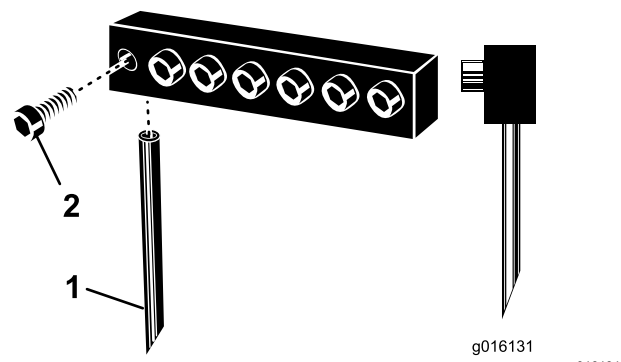

Figura 30
Nota: Posicione os dentes ocios com a ranhura de ejeção para trás. Posicione os dentes maciços com o ângulo da ponta do dente voltado para a máquina (Figura 30).
3. Desaperte as cavilhas de vedação e retire os dentes previamente utilizados (Figura 30).